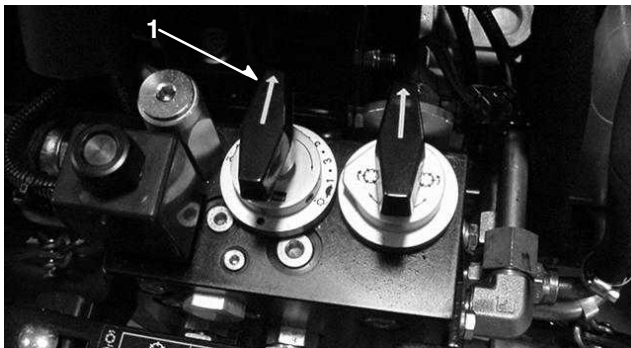

Figure 37
2. Tournez le bouton de commande de vitesse des cylindres (Fig. 37) à la position correspondant au numéro trouvé au point 1.